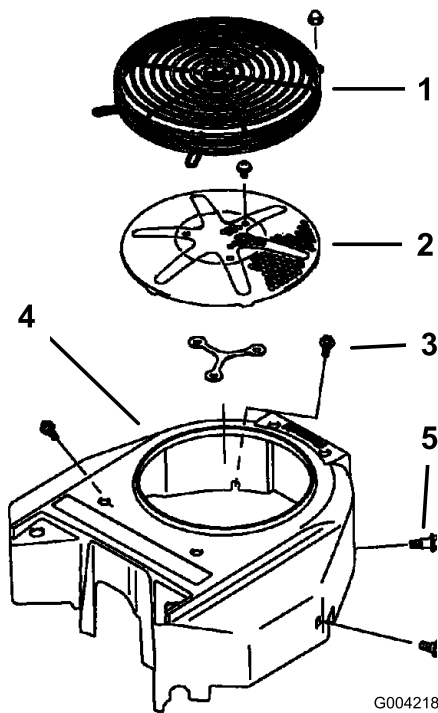

Bild 54
Entfernen Sie Schnittgut, Schmutz und andere Fremdkörper vor jedem Einsatz der Maschine vom Luftansauggitter des Motors. So gewährleisten Sie eine ausreichende Kühlung sowie die korrekte Motordrehzahl und reduzieren die Gefahr einer Überhitzung und mechanischer Motorschäden (Bild 54).
3. Entfernen Sie das Luftansauggitter, den Rücklaufstarter und das Lüftergehäuse (Bild 54).
5. Montieren Sie das Luftansauggitter, den Rücklaufstarter und das Lüftergehäuse (Bild 54).